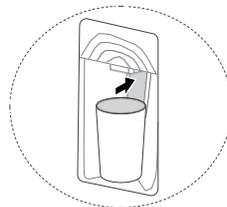

Figura 2
- Pressione a pega do dispensador de água com um copo. (Figura 2)